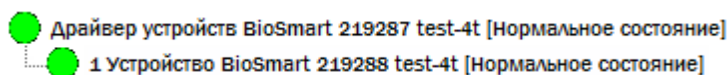

Рисунок 3 — Дерево элемента Драйвер устройств Biosmart
5. Запустите «Драйвер устройств BioSmart» с параметром [**В выделенном приложении**]. Элементы **Драйвер устройств BioSmart** и **Устройство BioSmart / Устройство BioSmart Prox-E** должны окраситься в зеленый цвет и перейти в [**Нормальное состояние**] (рисунок 3).